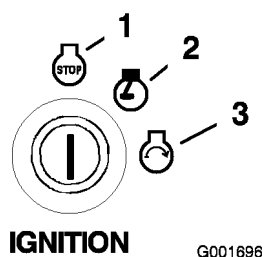

Figure 14
6. Tournez la clé de contact en position de démarrage (Figure 14). Relâchez la clé quand le moteur démarre.
4. Tournez la clé de contact à la position contact coupé et retirez-la (Figure 14).